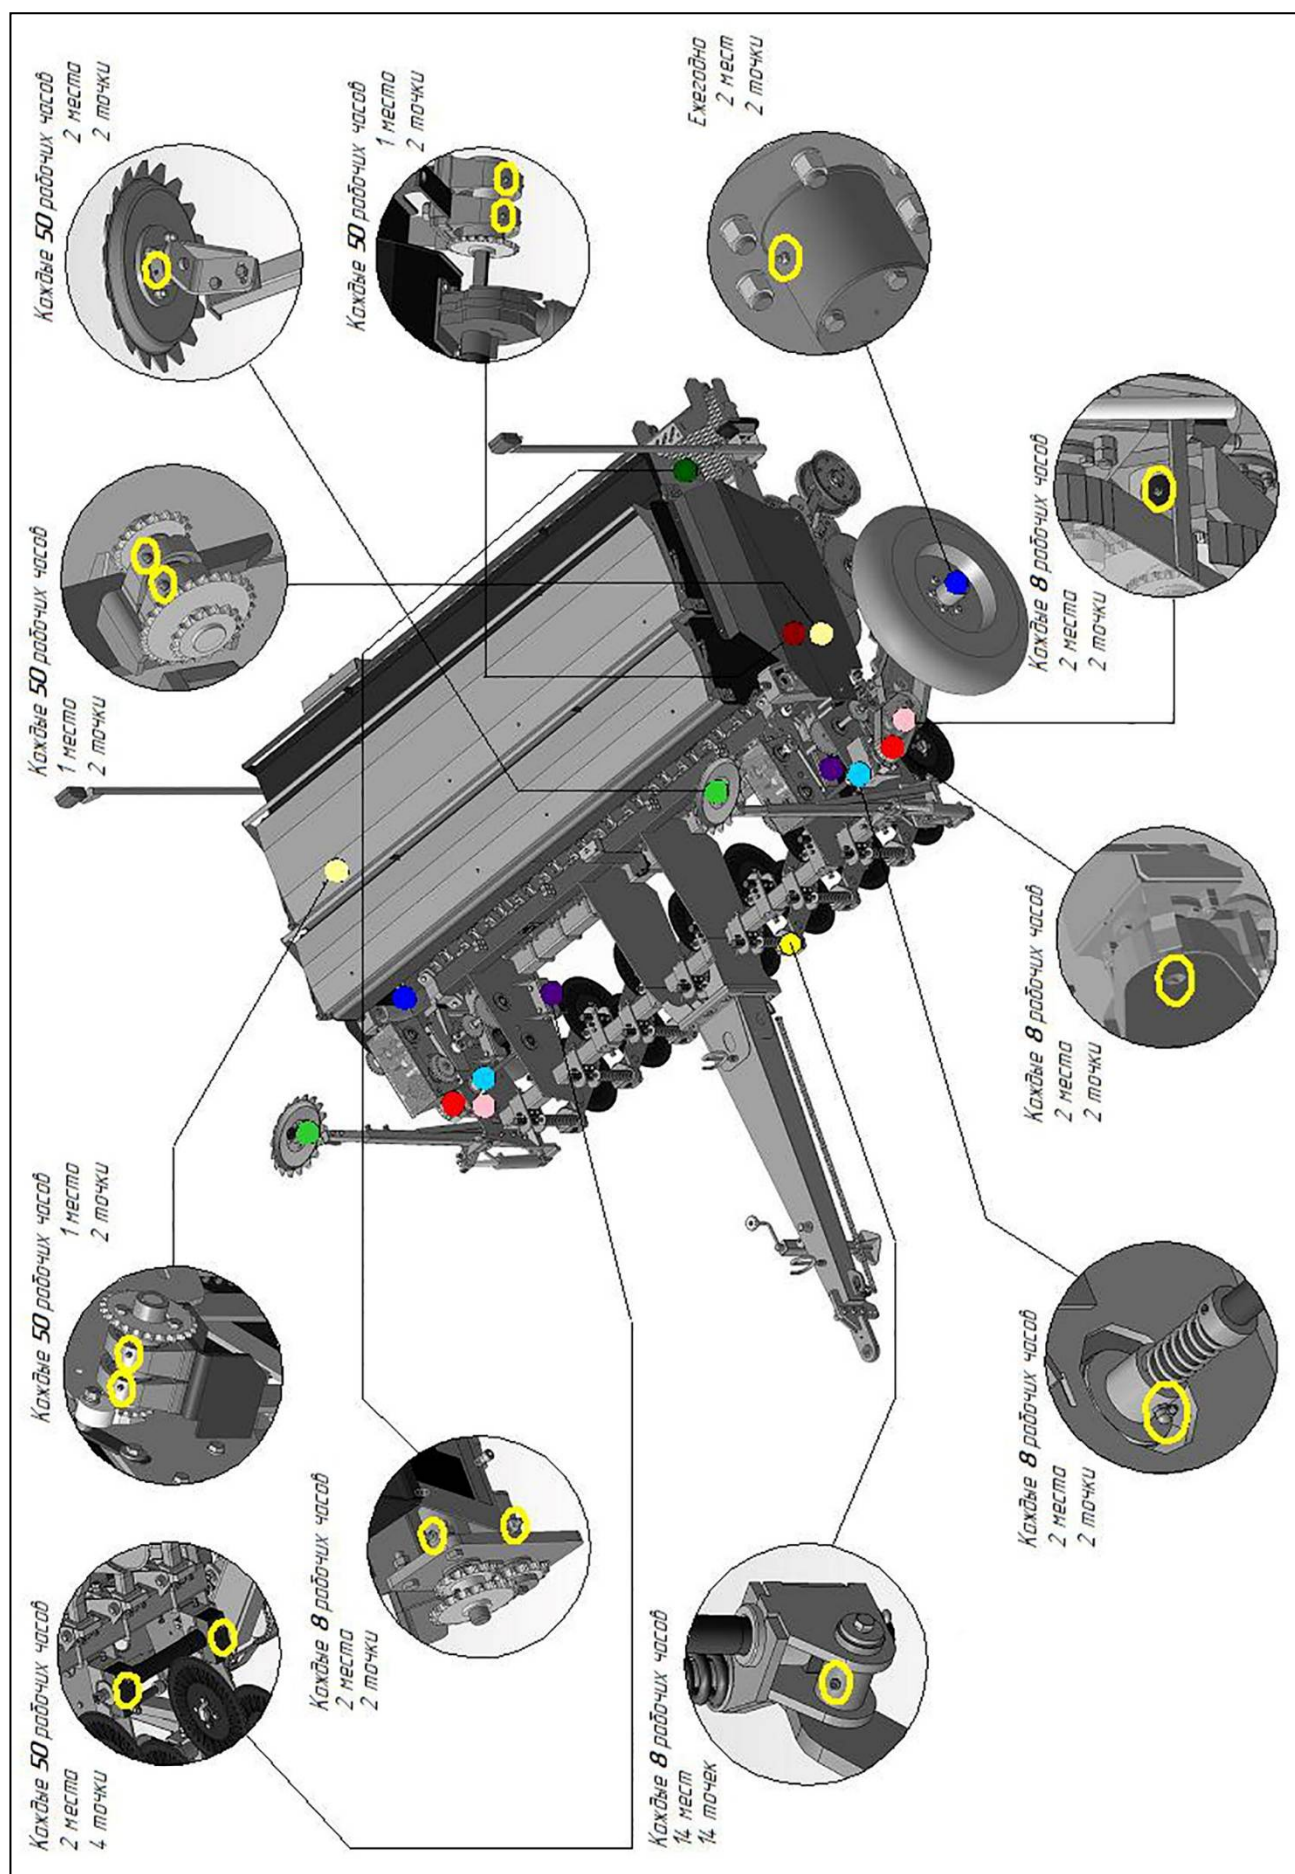

Рисунок 70 – Карта смазки
5. Смазать детали сеялки при необходимости, проверить вращение, рис. 70.
5. Выполнить смазку деталей сеялки в соответствии с картой смазки, рис. 70.
2. Произвести смазку всех тавотниц, в соответствии с картой смазки рис. 70;